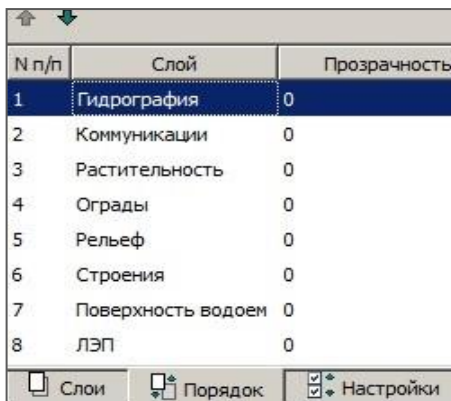

Рис. 8.23
- выделите слой *Гидрография* и переместите его вверх – кнопка **Переместить выше** (рис. 8.23).